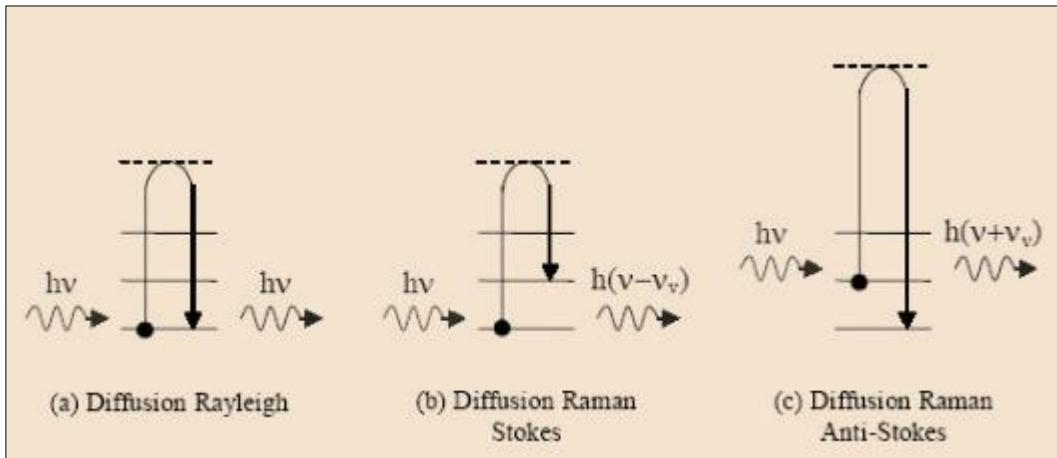

Figure 2 : Principe de la spectroscopie
- La désexcitation se fait à la même fréquence que l'excitation : c'est la diffusion Rayleigh élastique. (*figure 2 : a*)
- La désexcitation se fait à une fréquence inférieure à celle de l'excitation : c'est la diffusion Raman inélastique Stokes. (*figure 2 : b*)
- La désexcitation se fait à une fréquence supérieure à celle de l'excitation : c'est la diffusion Raman inélastique anti-Stokes. (*figure 2 : c*)